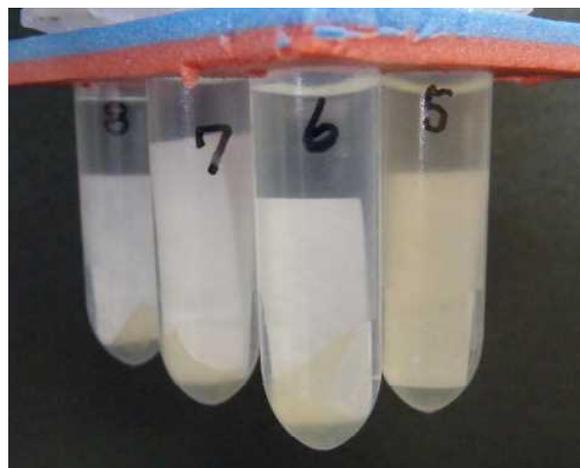

図9 削り節の変化
- ⑩ 5～8のマイクロチューブを取り出し、削り節の変化を確認する（図9）。